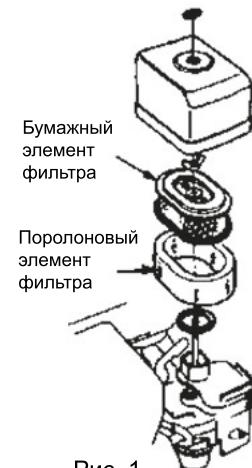

Рис. 1
2. Чтобы очистить или заменить воздушный фильтр, ослабьте барашковую гайку на корпусе фильтра (рис. 1), снимите крышку и извлеките картридж воздушного фильтра. Если требуется только очистка воздушного фильтра, продуйте картридж изнутри, перемещая струю сухого сжатого воздуха вверх и вниз до тех пор, пока вся пыль не будет удалена.